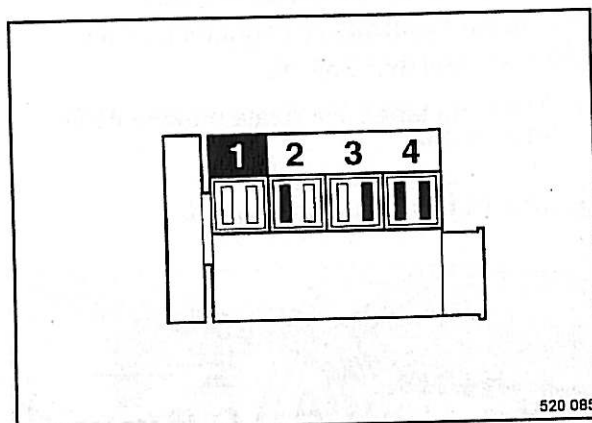

Fig. 109
- Girar el motor con el arrancador hasta ambas válvulas "solapan" en el cilindro 1 (Fig. 109).
Las válvulas marcadas en negro (Fig. 109) se pueden comprobar y ajustar.